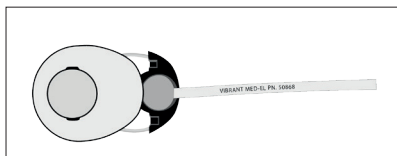

Figura 5: Samba con pastiglia di sostituzione della batteria per la programmazione inserita
- Inserire la pastiglia di sostituzione della batteria per la programmazione direttamente nel vano batteria (vedi Figura 5).